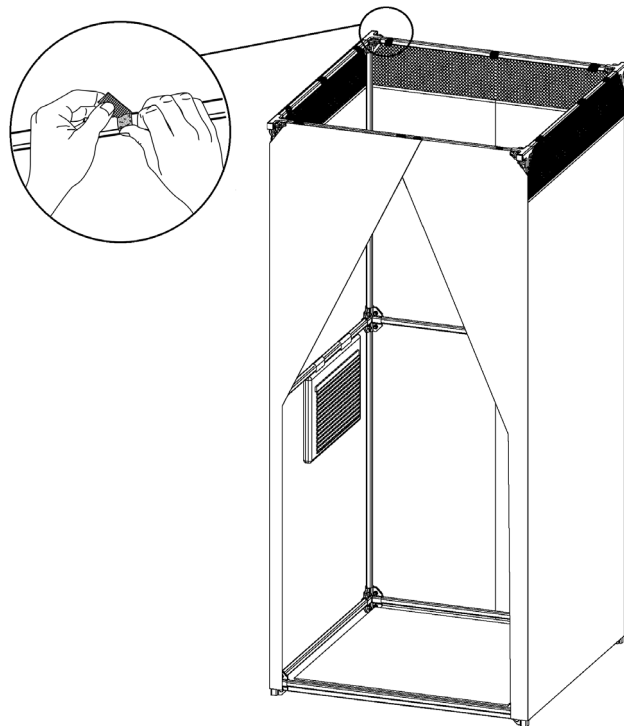

Рис. 13 – Готовая кабина
7. На вертикально установленном каркасе закрепить чехол с помощью текстильных застёжек, расположив сеточную часть сверху. Внутри расстелить коврик и повесить сумку из-под чехла под душевые принадлежности. (Рис. 13)